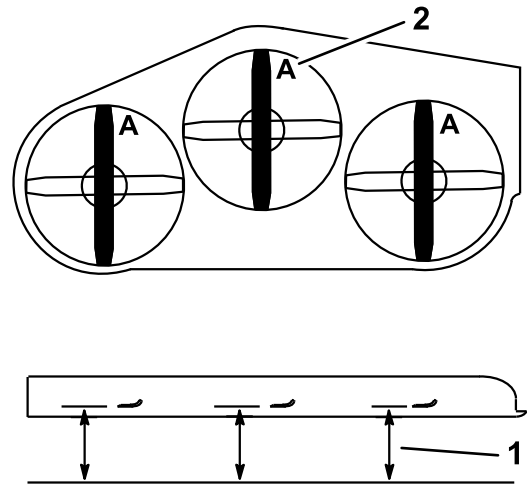

Figura 78
4. Mida desde una superficie nivelada hasta el filo de corte, posición A, de las cuchillas (Figura 78).